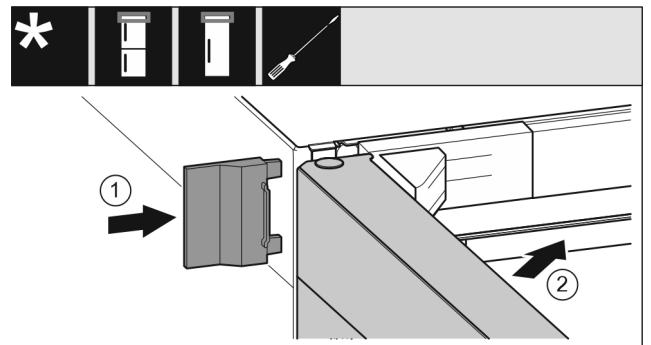

Fig. 23
- ▶ Desplace la cubierta exterior. Fig. 23 (1)
- ▶ Cierre la puerta superior. Fig. 23 (2)